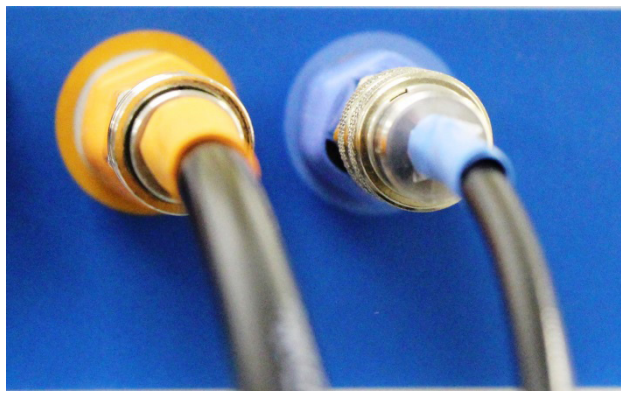

Figura 13: Conectores pneumáticos codificados por cores
3. Introduza as ligações correspondentes nos conectores pneumáticos, conforme ilustrado abaixo, na Figura 13. Terá de empurrar manualmente o anel deslizante no conector laranja.